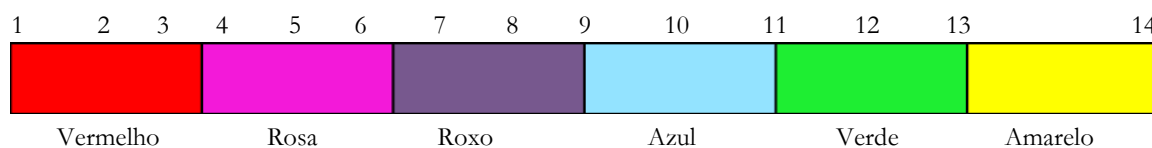

Figura 2. Cores da faixa do pH.
- 1) Coloque cada substância a ser testada em um bquer, em quantidades semelhantes. Com o auxílio de uma pipeta, adicionar 5 mL de solução de extrato de repolho roxo nos béqueres e observe as mudanças de cor. Observar a coloração obtida e comparar com as cores da faixa do pH (Figura 2).
- 3) Misturando-se um pouco de suco de repolho a uma solução, a mistura passa a apresentar diferentes cores, segundo a Figura 2. Algumas soluções foram testadas com esse indicador produzindo os seguintes resultados: 1) Amoníaco: verde 2) leite de magnésia: azul 3) Vinagre: vermelho 3) Leite de vaca: rosa. De acordo com esses resultados, classifique cada um em caráter ácido, básico ou neutro? Qual região de pH de cada um?